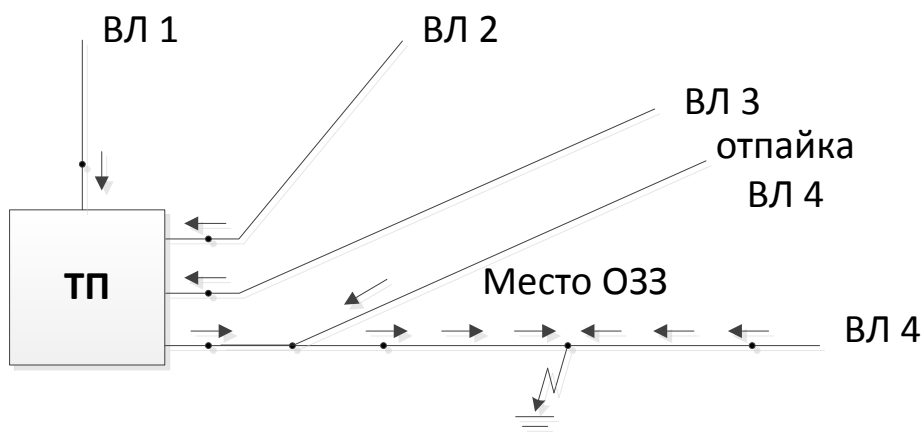

Рис. 3
5.1. Если поврежденная ВЛ неизвестна, то начинать поиск места ОЗЗ следует с питающей подстанции, на которой появился сигнал «земля в линии». В этом случае последовательно под каждой линией, отходящей от подстанции, необходимо определить направление поиска по стрелке на дисплее. Если стрелка будет указывать направление поиска на питающую подстанцию, то данная ВЛ не повреждена. Поврежденная ВЛ определяется по направлению поиска от питающей подстанции (рис. 3).
5.5. В месте разветвления ВЛ отпайку с ОЗЗ следует определять по методике, аналогичной описанной в п. 5.1 (рис. 3).